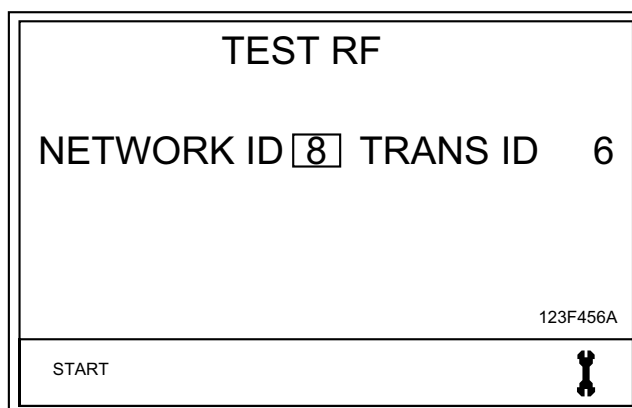

Рис. 7
4. Установите курсор СТРЕЛКОЙ ВПРАВО в поле «START» [НАЧАТЬ] (Рис. 7).